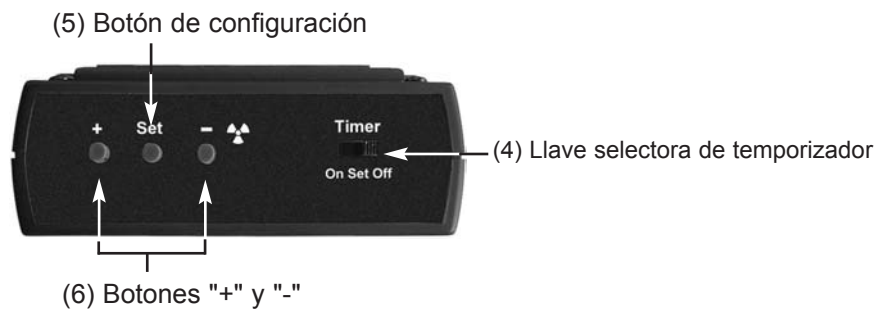

Ilustración 2 Vista del Panel de delantero
Llave selectora de temporizador [Ilustración 2 (4)]
Botones "+" & "-" [Ilustración 2 (6)]